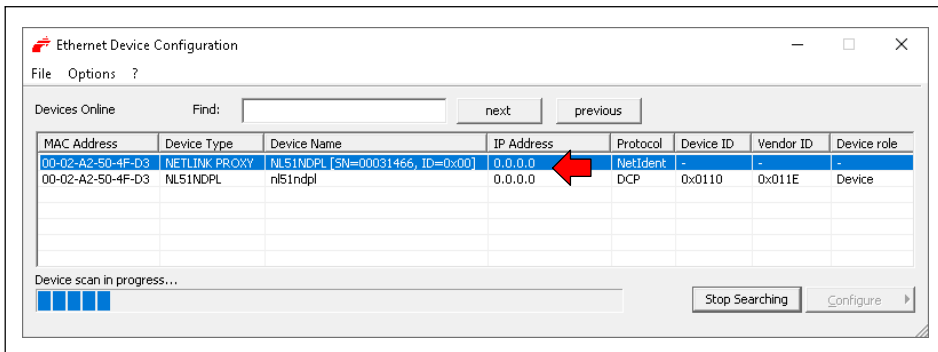

Fig. 4.2 Search devices
- ▶ Faites **rechercher tous les appareils** (Fig. 4.2).